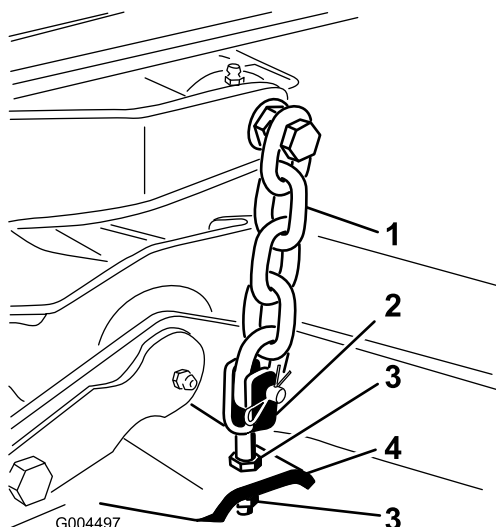

Figura 99
7. Regolate i controdadi che fissano le forcelle/catene posteriori del piatto in modo da sollevare la parte posteriore del piatto, finché il passo della lama non è di 8 mm (Figura 99).